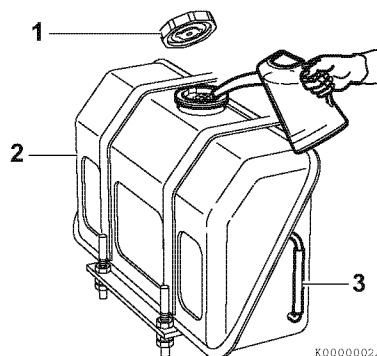

Рисунок 1
1. Очистите область вокруг крышки топливного бака (1, **Рисунок 1**).
2. Снимите крышку с топливного бака (2, **Рисунок 1**).
4. Следите за визуальным указателем уровня топлива (3, **Рисунок 1**) и прекращайте заправку, когда указатель показывает, что топливный бак полон.
5. Установите крышку топливного бака (1, **Рисунок 1**) на место и затяните ее рукой. При чрезмерно сильной затяжке крышка топливного бака может повредиться.